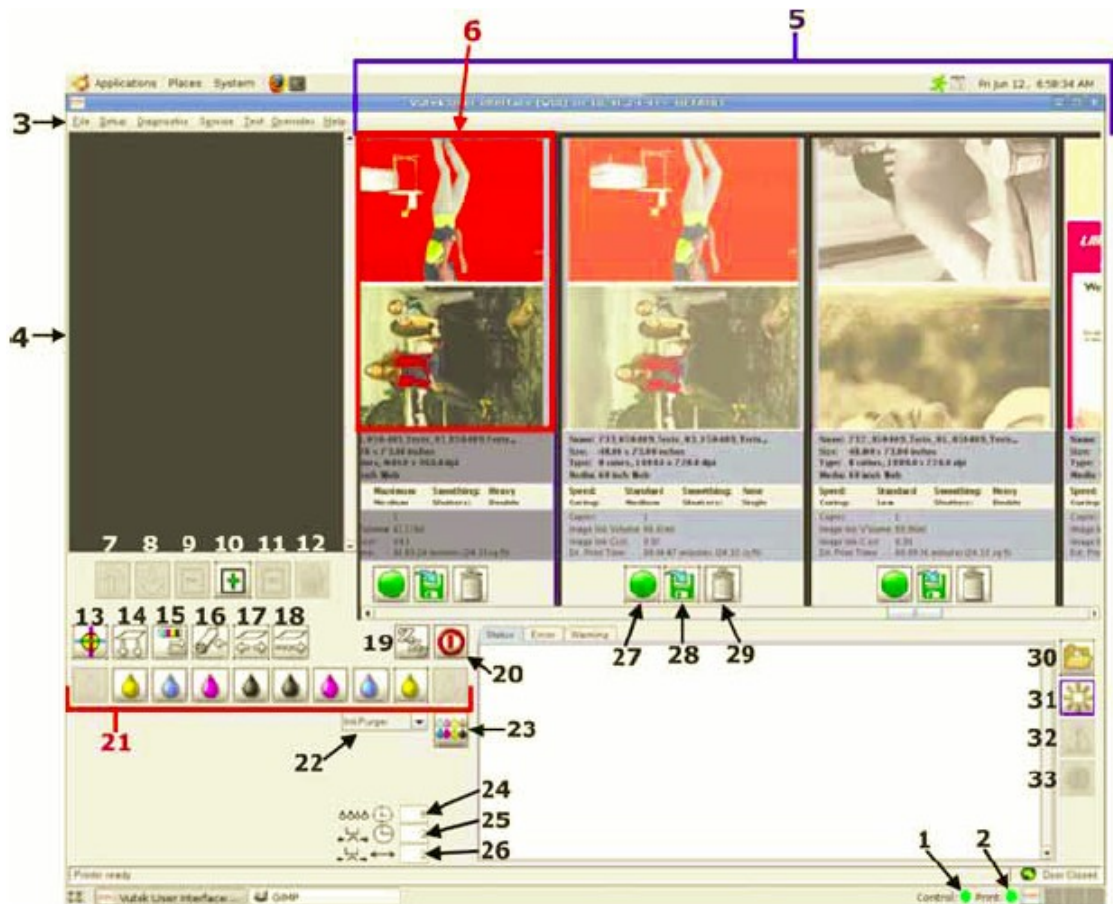
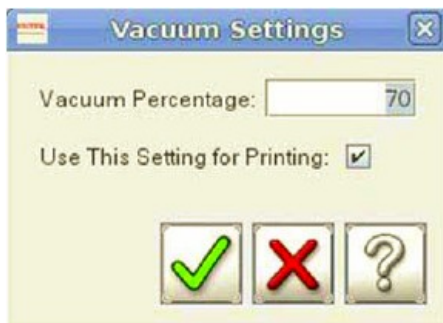

Рисунок 4-1: VUI (Графический интерфейс управления принтером)
Рисунок 4-5:Настройка уровня вакуума на печатном столе
6. После того как откроется VUI, Рисунок 4-1, выберите Проливка при запуске (Startup Purge) пункт 22 и нажмите Пролить все (Purge All), Рисунок 4-1 пункт 23.
1. Смещение конвейера шагом (stepping), Рисунок 4-1, пункт 18.
2. Постоянное Перемещение (Jogging) конвейера, Рисунок 4-1, пункт 17.
1. Нажатие правой клавишей мыши на иконке контроля вакуума, Рисунок 4-1, пункт 14 позволит вызвать окно с регулировкой Уровня вакуума (Vacuum Percentage), Рисунок 4-5.